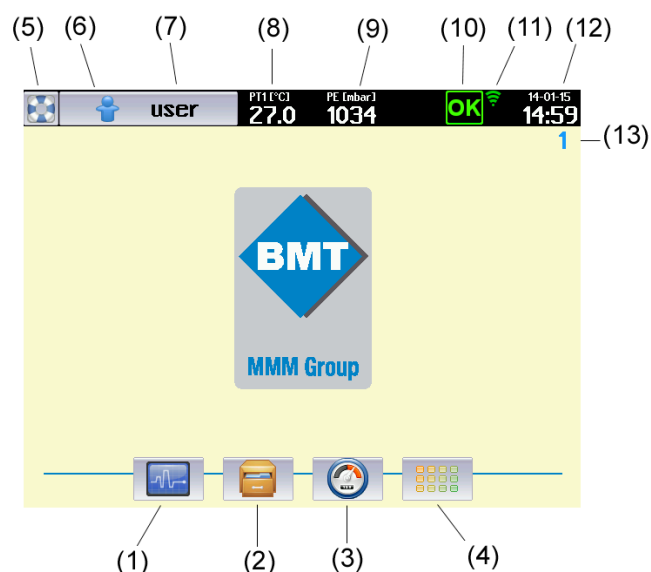

Рис. 8
кнопкой  (Рис. 8).
- Поле (7), Рис.8, пустое.
- В поле (7), Рис. 8, отображается надпись администратор.
- В поле (7), Рис. 8, отображается надпись admin.
- В поле (7), Рис. 8, надпись login.
иконку  (Рис. 8) открывается экран входа в систему.